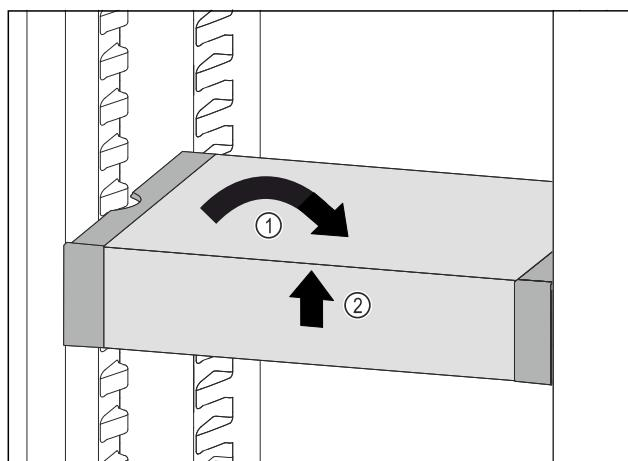

Fig. 70
- VarioSafe postavte rovno. Fig. 70 (1)
- VarioSafe nadvihnite vpred. Fig. 70 (2)